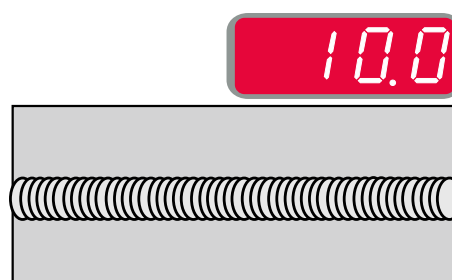

Figura 17.
- Frecvență mai mare de 0,0 - Sudare îngustă și distanțare mică între unde, viteză de deplasare rapidă. Figura 17 prezintă distanțarea sudării când frecvența este „+10”.